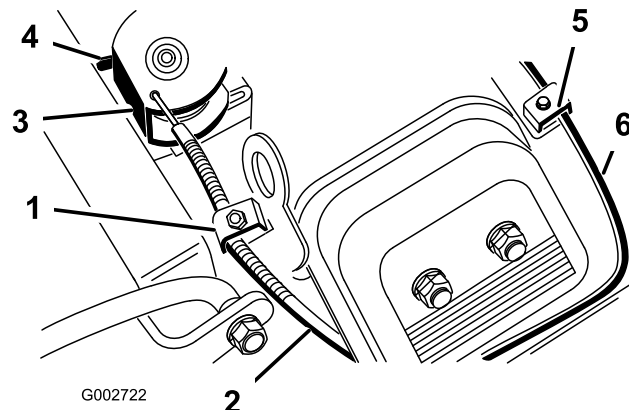

图38
2. 松开将油门拉线固定到发动机上的夹紧螺丝 图38。
4. 拉紧油门拉线直至转盘的后部接触到限位器 图38。
2. 松开将阻风门拉线固定到发动机上的拉线夹紧螺丝 图38。
4. 拉紧阻风门拉线 图38 直至蝶形阻风门完全关闭然后旋紧拉线夹紧螺丝。